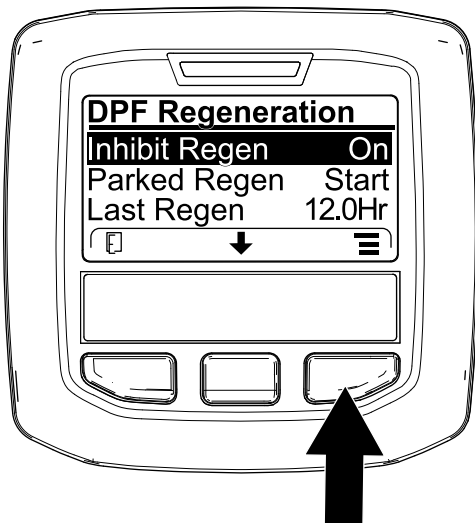
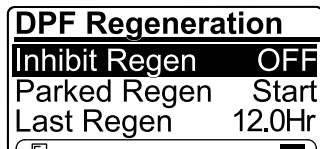

Figura 49
Figura 50
1. Aceda ao menu Regeneração do DPF, prima o botão central para ir até à opção INIBIR REGENERAÇÃO e prima o botão direito para selecionar a entrada Inibir regeneração (Figura 49).
- Prima o botão direito para alterar a definição da Inibição da regeneração de On para Off (Figura 49) ou de Off para On (Figura 50).